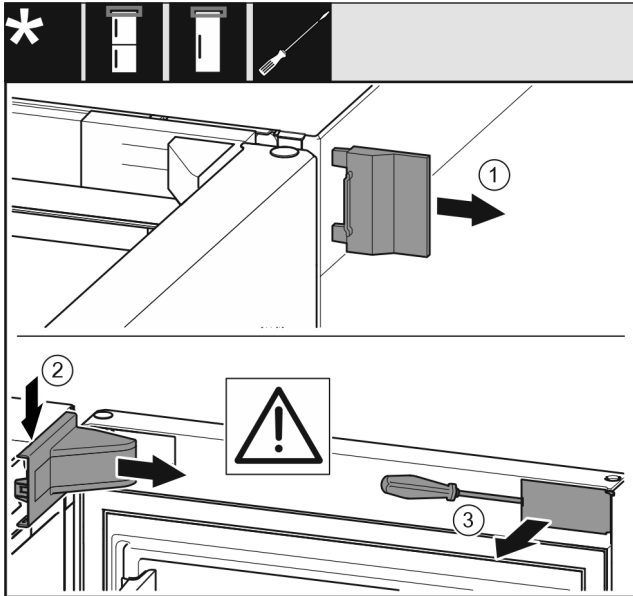

Fig. 11
- Poista ulompi suojus. Fig. 11 (1)
- Vapauta laakeripukin suojus lukituksesta ja irrota se. Poista laakeripukin suojus. Fig. 11 (2)
- Avaa paneelin ruuvit uraruuvimeisselillä ja käännä paneeli sivuun. Fig. 11 (3)